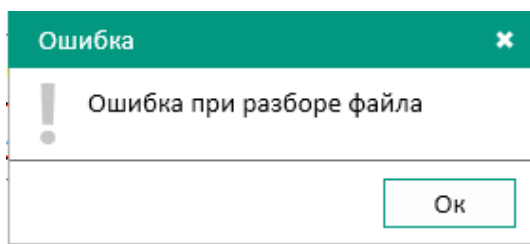

Рисунок 22 – Окно **Ошибка**
5.2.3 Программа проверяет загружаемый файл ПО, и, если текущая версия ПО терминала не соответствует версии записываемой конфигурации, то на экране появится сообщение об ошибке (см. рисунок 22).